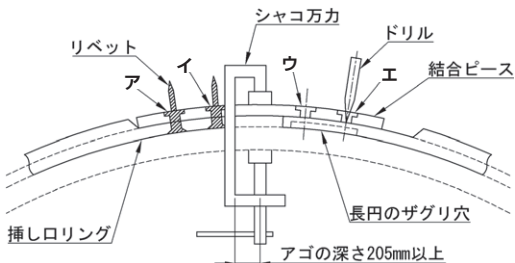
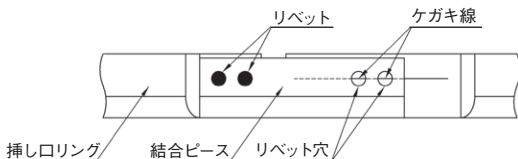

図 45 挿しロリングのセット方法
図 46 結合ピース部上面
- (5) 図 45 に示すように挿しロリングに結合ピースを当て、ア、イの穴にリベットを入れて、結合ピースをアゴの深さ 205mm 以上のシャコ万力で固定する。このとき、図 46 に示すように挿しロリング上のケガキ線がリベット穴の中心に位置するようにすること。次に、ウ、エの位置をドリルでケガく。